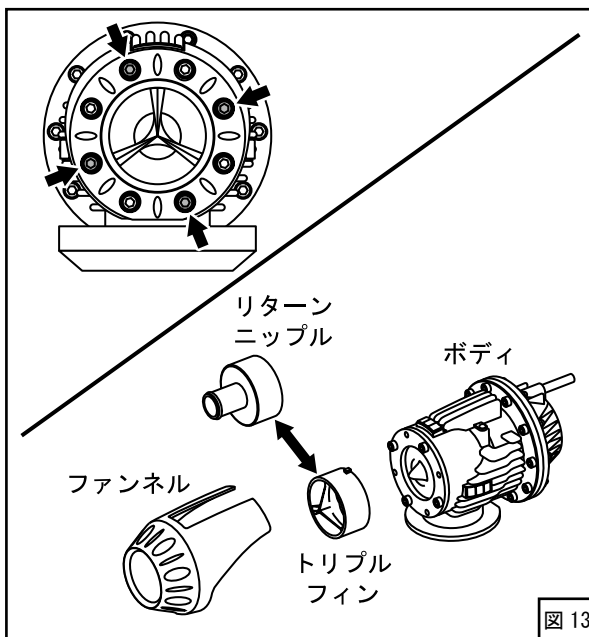

図 13
(6) ブローオフアッセンブリのトリプルフィンをリターンニップルに交換してください。(図13)